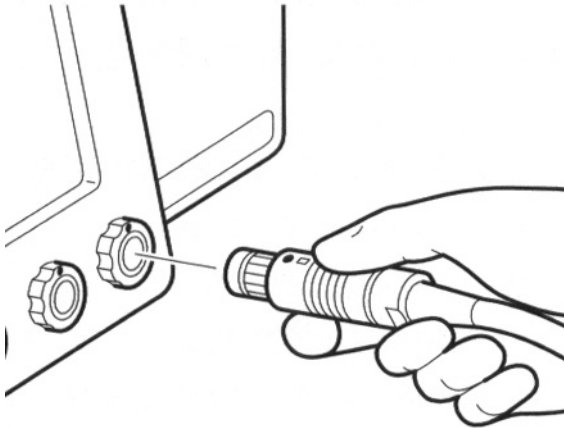

图 2： 将手持机连接到刨削器控制台
2. 将电缆连接器轻轻推入端口。插头将锁定到位（参见图 2）。（要断开电缆，请抓住电缆连接器的突缘部分，然后向后拔出。）